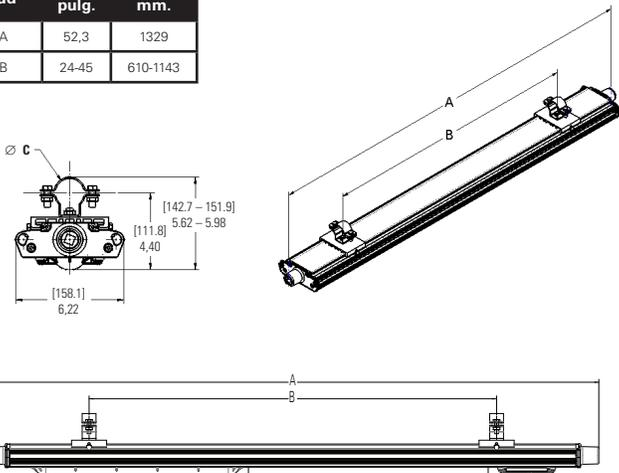

Imagen 8. KIT PM - Instalación del montaje en poste
3. Los soportes del montaje en poste pueden estar espaciados según sea necesario, se recomienda mantenerlos por lo menos a 12" (305 mm) de distancia (ver Imagen 8).
4. Deslice los dos (2) soportes de montaje en poste en el dispositivo, acoplado la brida en la parte superior del dispositivo.